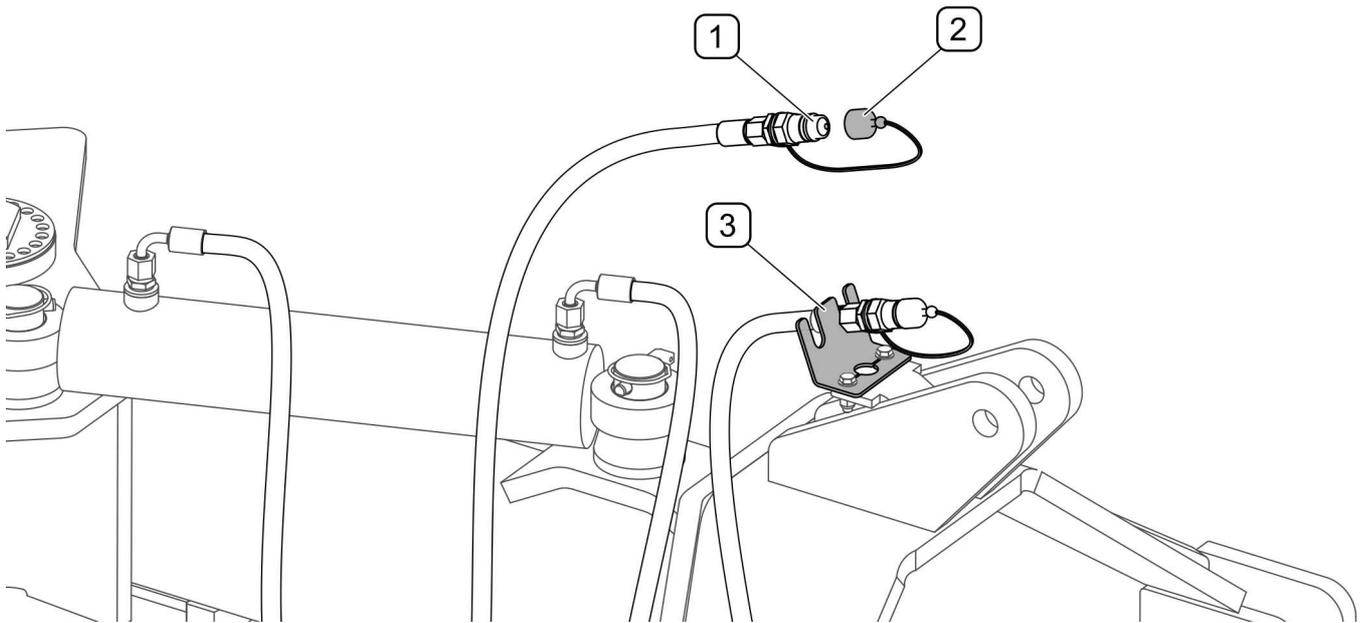

ABBILDUNG 4.6 Schutz der Stecker der Hydraulikanschlüsse
- Die Stecker (1) der Hydraulikanschlüsse herausziehen, mit den Schutzkappen (2) sichern und in die Halterung (3) (ABBILDUNG 4.6) legen.